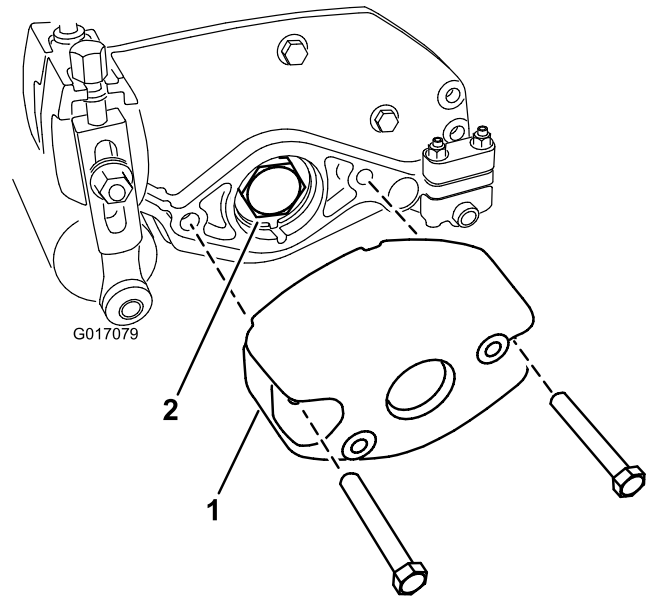

Figura 2
5. Togliete i 2 bulloni e i dadi che fissano il contrappeso all'estremità sinistra dell'apparato di taglio. Rimuovete il contrappeso (**Figura 2**).
6. Togliete il dado del cuscinetto dall'albero del cilindro (**Figura 2**).